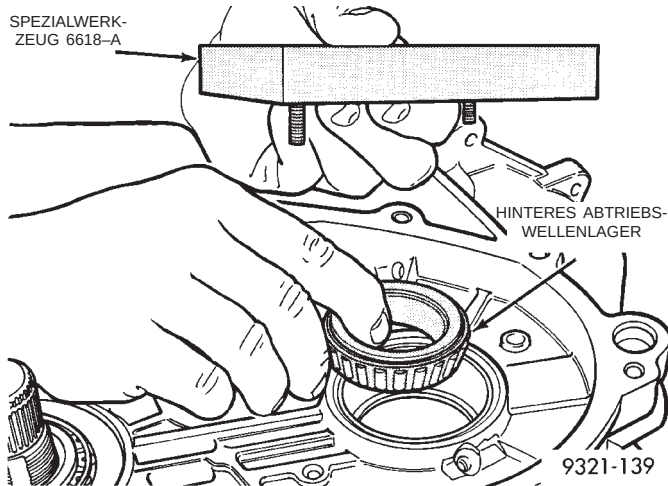

Abb. 216 Lager montieren
(1) Hinteres Kegelrollenlager der Abtriebswelle und Spezialwerkzeug 6618A montieren (Abb. 216).